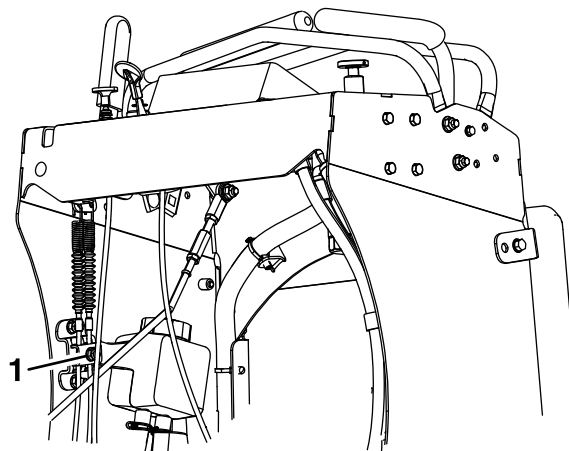

Рисунок 49
4. Ослабьте зажим тросов тормоза под консолью (Рисунок 49).